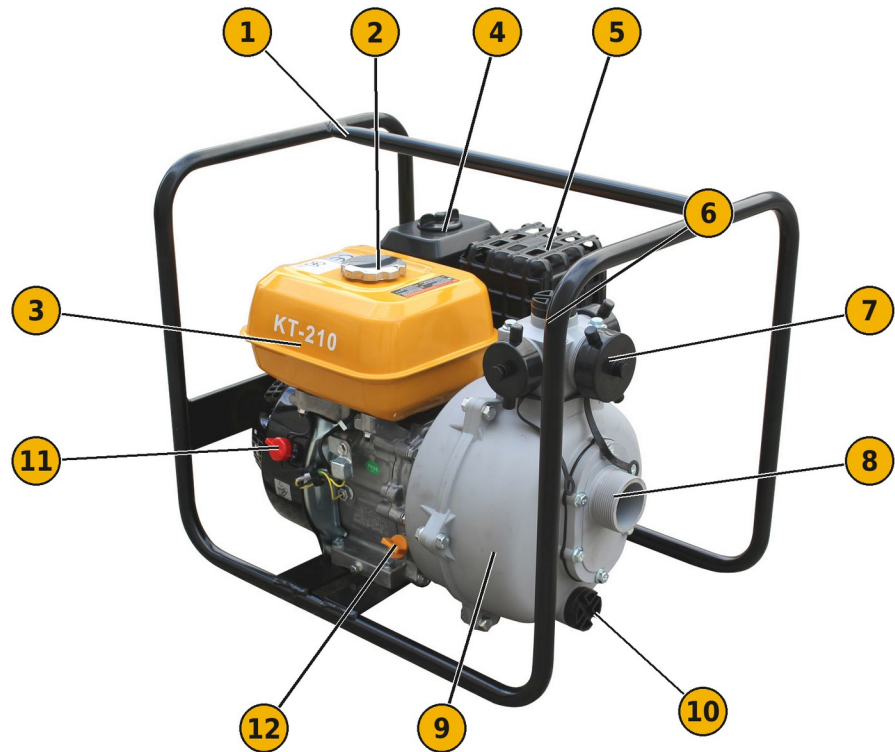

FIG. 2 — Componentes principais (AY-45 KT MP AUT)
- 1) Com a motobomba na posição horizontal e o motor parado, retire o bujão de enchimento de óleo (FIG. 2, 12).
- 1) Com o motor parado e frio, retire o bujão do depósito (FIG. 2, 2) e verifique o nível.
Desaperte a porca de orelhas, retire a tampa do filtro de ar (FIG. 2, 4) e verifique se o elemento filtrante está limpo e em bom estado. Limpe-o se for necessário (ver «Manutenção»). Nunca ponha o motor a trabalhar sem o filtro de ar.
- 1) Com o motor parado, retire o bujão de escorva (FIG. 2, 6).